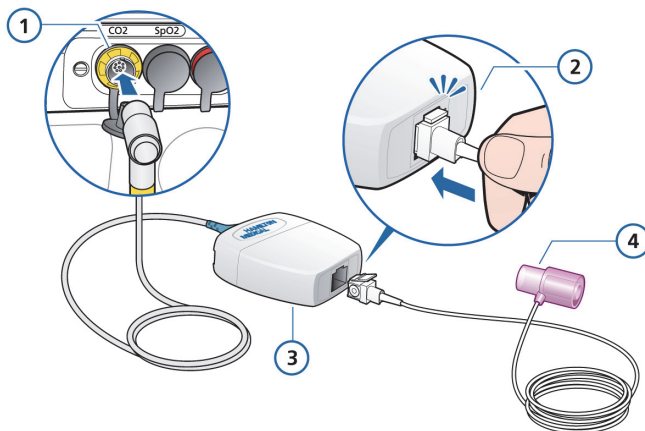

Рисунок 2-11. Подключение измерительной ячейки к модулю CO₂
1. Вставьте кабель модуля CO₂ для бокового потока LoFlow™ в разъем CO₂ на панели опций (желтый), соблюдая направление по указателям на корпусе соединителя. Кабель должен со щелчком зафиксироваться в разьеме. См. рис. 2-11.
2. Подсоедините измерительную ячейку к модулю CO₂ (см. рис. 2-11). Коннектор должен защелкнуться.